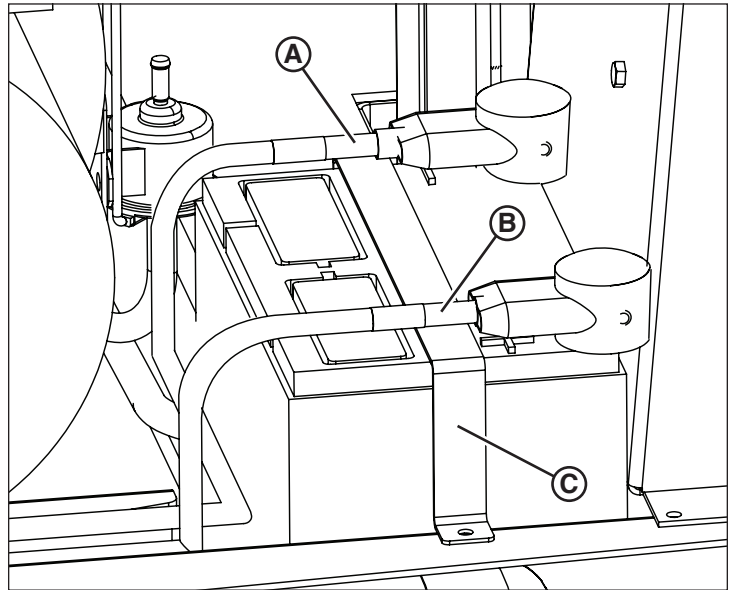

Figura 23
2. Desconecte el cable negativo (-) negro (A, Figura 23) del terminal negativo (-) de la batería y fíjelo lejos de la batería.
3. Desconecte el cable rojo positivo (+) de la batería (B, Figura 23) del terminal positivo (+) de la batería y fíjelo lejos de la batería.
4. Suelte las piezas metálicas que fijan la sujeción de la batería (C, Figura 23), y retire la sujeción.